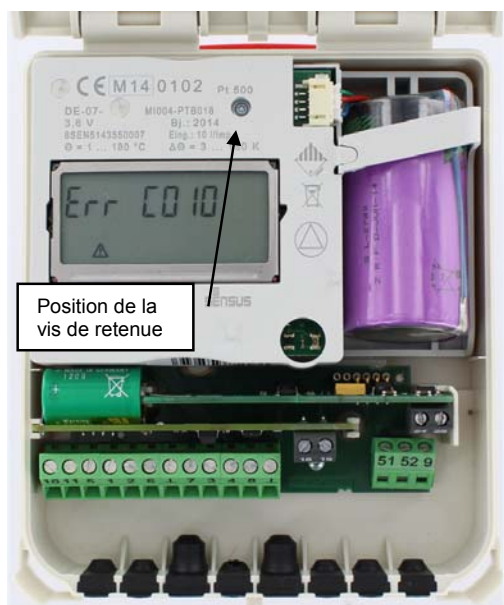

Figure 17 : Retrait de la vis de retenue du module
- Démontez le module du calculateur avant de retirer la pile d'alimentation. Pour cela, ouvrir le couvercle du calculateur et dévisser la vis de retenue de droite (tournevis : Torx 6) située sous le revêtement en plastique (plomb utilisateur, voir Figure 17).